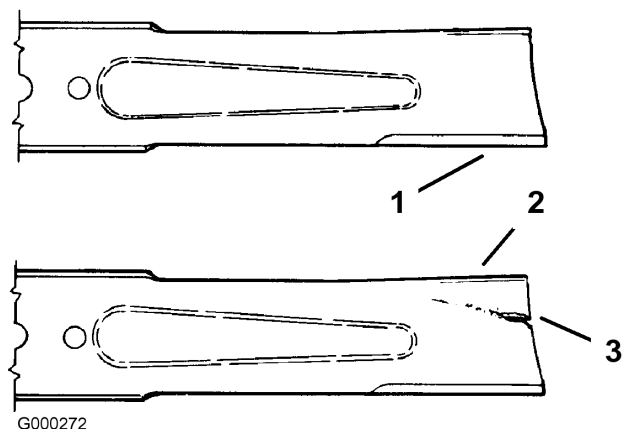

Figura 57
1. Inspeccione los filos de corte (Figura 57). Si los bordes no están afilados o tienen muescas, retire las cuchillas y afíelas. Consulte Afilado de las cuchillas.
2. Inspeccione las cuchillas, especialmente la parte curva (Figura 57). Si observa daños, desgaste o la formación de una ranura en esta zona (elemento 3 en la Figura 57), instale de inmediato una cuchilla nueva.